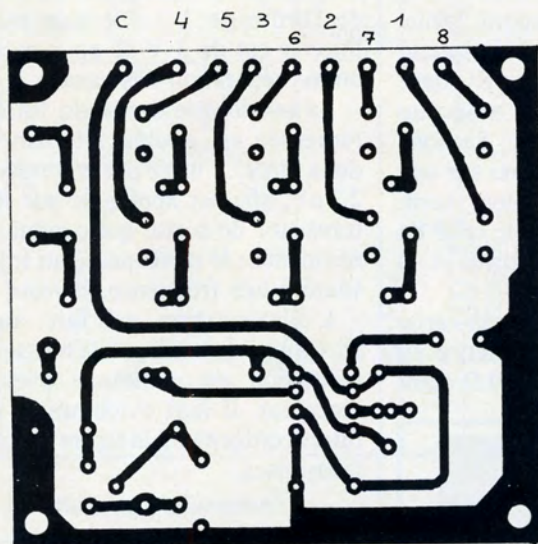

Fig. 8. - C.I. BF/Tx.
Le circuit imprimé (CI) est donné en figure 8. Nous l'avons prévu pour 8 canaux, car nous connaissons bien les amateurs ! On le fabriquera de préférence en époxy de 15/10. Il serait possible, pour une réalisation plus compacte de serrer beaucoup plus les composants. Utiliser alors